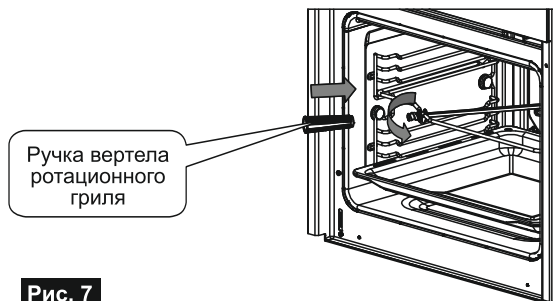

Рис. 7
6. По окончании готовки на вертеле откройте дверцу печи, поверните ручку вертела ротационного гриля, чтобы снять с него готовые продукты (рис. 7). Открутите ручку от вертела.